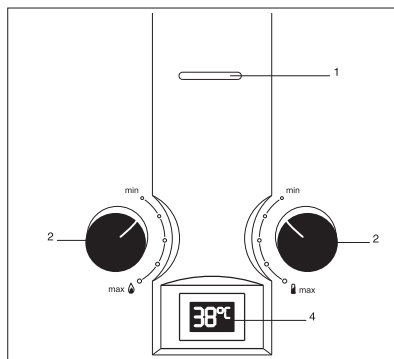

Рис. 3
Поверните регулятор мощности (см. рис. 3) на требуемый уровень мощности. Регулятор мощности может использоваться для предварительной плавной регулировки производительности в диапазоне от 50% до 100% от номинального значения.
Изменение температуры воды осуществляется с помощью регулятора температуры воды (см. рис. 3).
- Снимите рукоятки регулировок температуры и мощности со стержня (рис. 3).